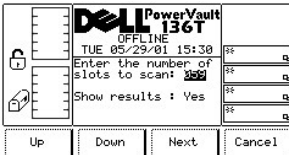

図 41. Command > Move > Scan Barcode > Select Slots ダイアログ
- 1 OK ソフトキーの下にあるボタンを押すと、フィールドが受け入れられ、続きのダイアログが表示されます。 図 41 を参照してください。
- 1 OKソフトキーの下にあるボタンを押すと、フィールドが受け入れられ、スロットの選択ダイアログが表示されます。図 41 を参照してください。
- 1 **Next** ソフトキーの下にあるボタンを押すと、リストの次のフィールドはアクティブフィールドになります。 図 41 に戻って参照してください。